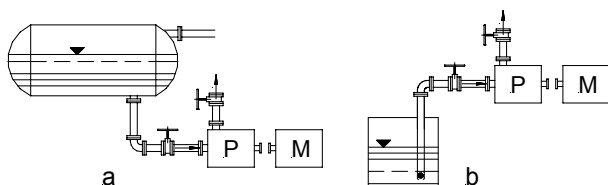

Рис. 4: Монтаж на трубопроводе.
- В режиме всасывания следует использовать клапан на заборном конце (Рис. 4).